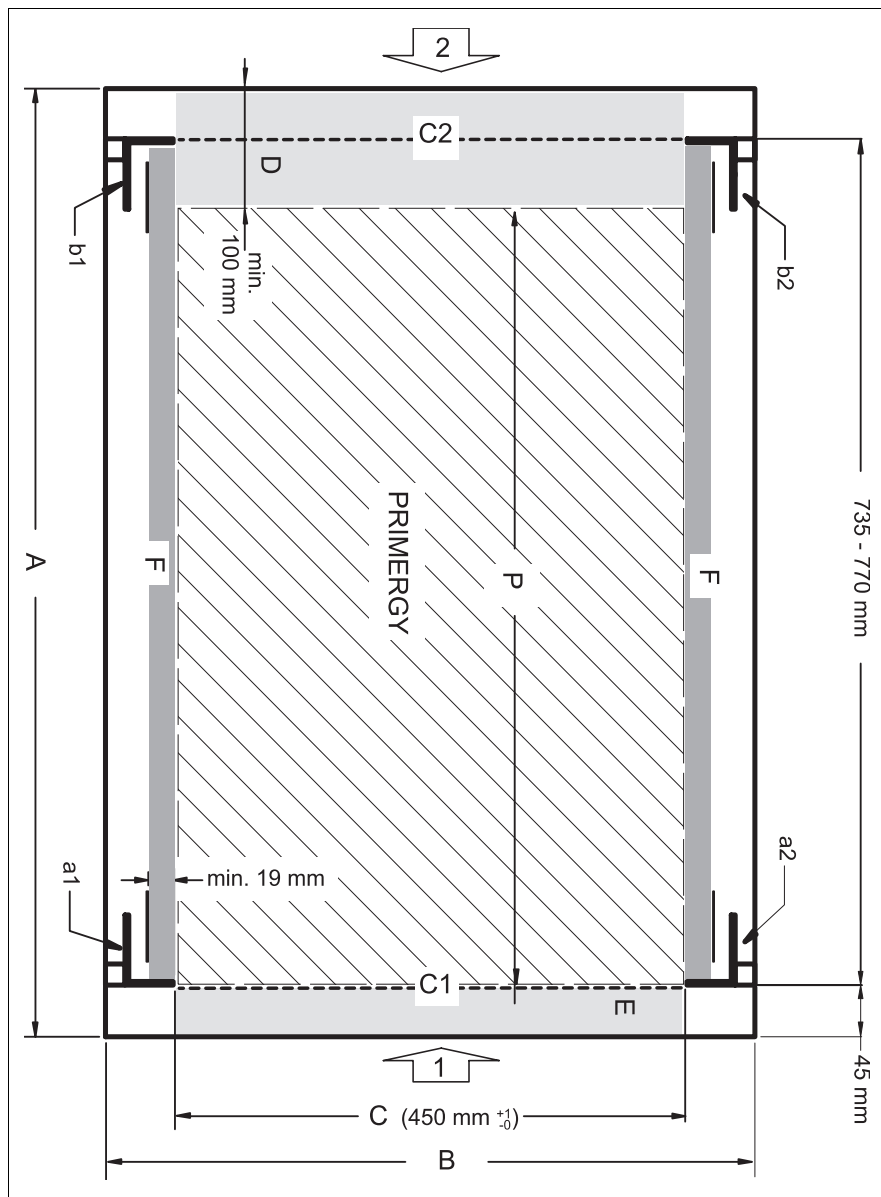

Ilustración 5: requisitos mecánicos
- Dimensiones de montaje (véase también la ilustración 5 en la página 38):